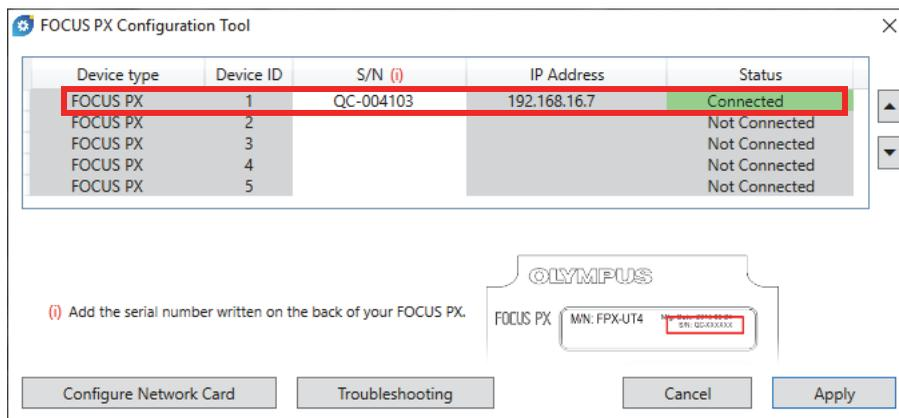

图 1-19 FOCUS PX配置工具（1个设备）
5. 在FOCUS PX配置工具对话框中，输入与以太网卡连接的第一台主FOCUS PX设备的序列号（参见第37页的图 1-19）。序列号位于FOCUS PX设备的背面。